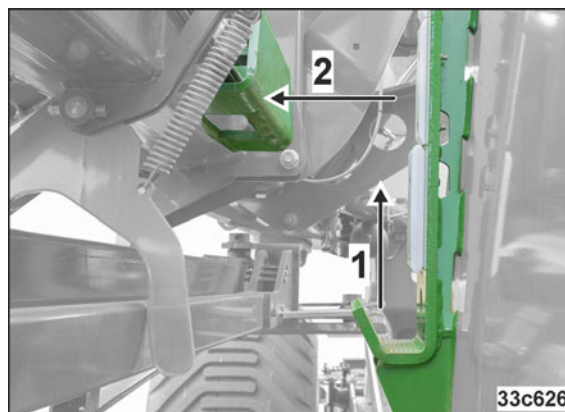
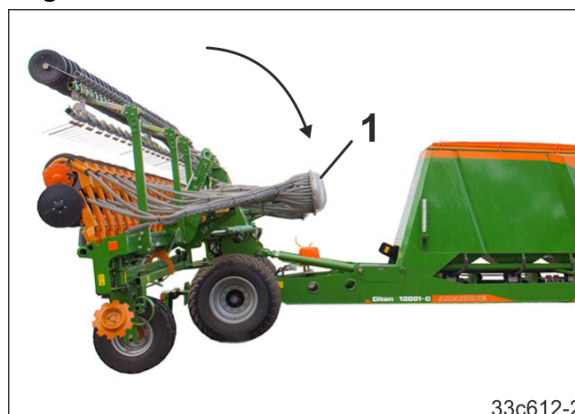

Fig. 225
Fig. 226
Deplasați tractorul ușor oblic față de mașină. Prin aceasta, aveți mai bine sub observație cârligul de prindere (Fig. 225/1) pentru brațele în consolă ale mașinii.
3. Acționați unitatea de comandă *galbenă* până când brațele în consolă ale mașinii se eliberează din compartimentul de transport (Fig. 225/1).
Acționați unitatea de comandă *verde 1* până când brațele în consolă ale mașinii (Fig. 225/2) și capetele de distribuție sunt rabatate deschis (vezi Fig. 226/1).